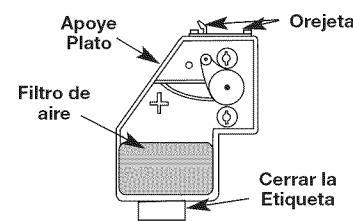

Fig. 24
- Retire el filtro de aire (Fig. 24).
- Vuelva a colocar el filtro (Fig. 24).